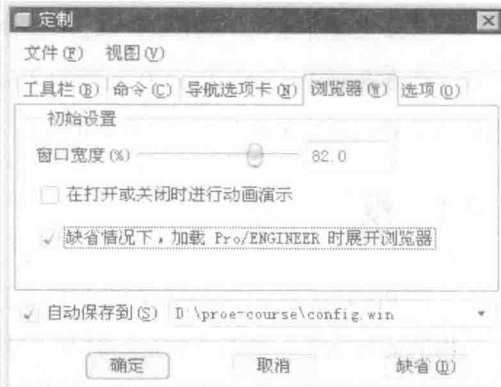

图 1.4.4 “浏览器”选项卡
(2) 在“定制”对话框中单击  浏览器(W) 选项卡，对浏览器窗口宽度和启动状态等进行设置，如图 1.4.4 所示。